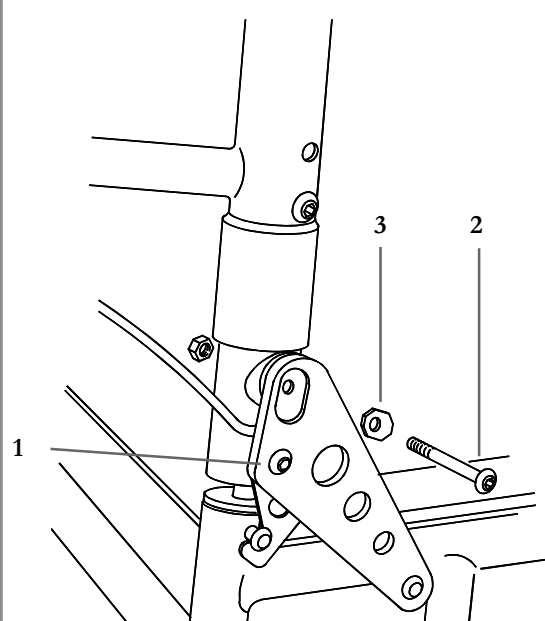

Fig. 29
Spissing/spredning (Fig. 29, side 24)
Quickie GP leveres standard med rygg som kan justeres 8° i vinkel (Fig. 29). Når vinkelen skal justeres, løsnes de nederste boltene (1), deretter tas de øverste boltene (2) ut og eksenterskivene (3) dreies til ryggen har fått ønsket vinkel. Sett i eksenterskivene, de øverste skruene og mutrene, og trekk til med et moment på 8 - 10 Nm. Bruk en 4 mm unbrakonøkkel.